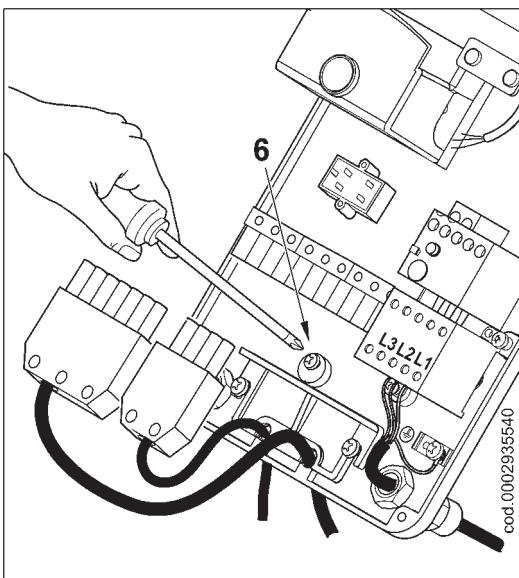

Рисунок 3
- 3) Подсоедините питающие провода (2) к дистанционному выключателю, закрепите заземляющий провод (3) и затяните соответствующий хомут (см. рис. 3). Соедините 7-штырьковый и 4-штырьковый разъёмы.